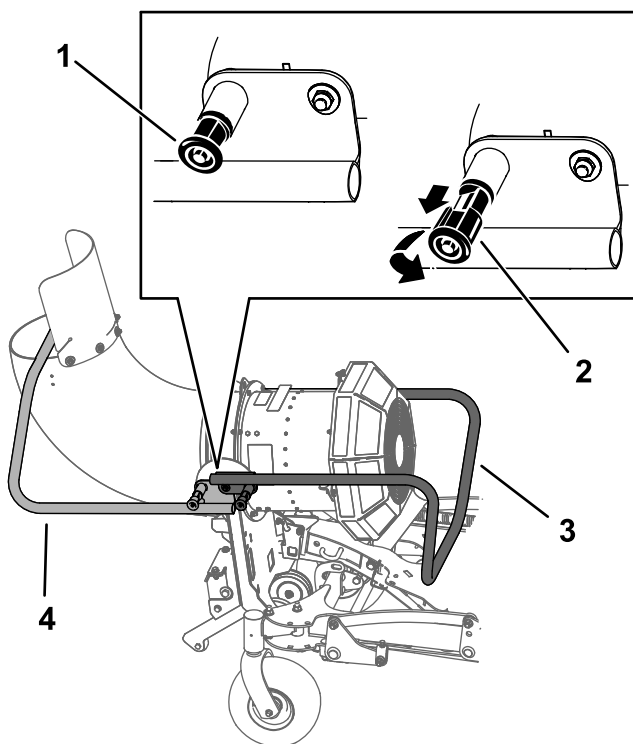

Figure 21
3. Sortez les goupilles de verrouillage de la béquille de chaque côté de la machine, tournez-les de 90 degrés pour les désengager et levez la béquille (Figure 21). Engagez les boutons pour que les goupilles s'enclenchent en position.